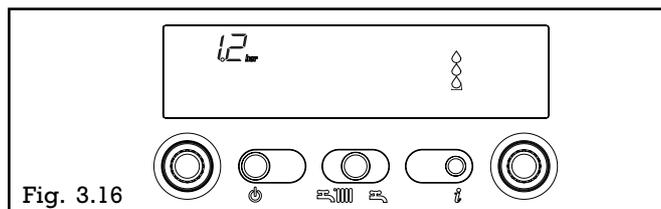

Fig. 3.16
**Info 2** affiche la pression hydraulique de l'installation (fig. 3.16)